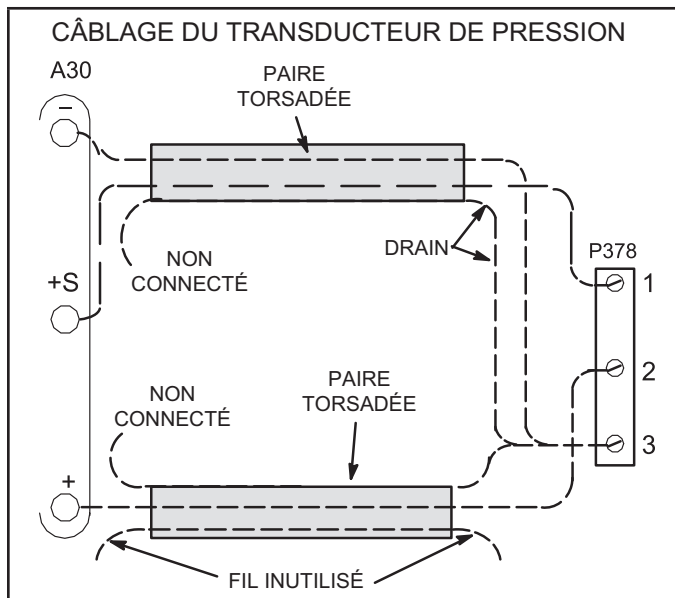

FIGURE 38
- 2 - Deux paires torsadées de câbles blindés doivent être utilisées pour connecter le transducteur de pression. Reportez-vous à la FIGURE 38. Le connecteur J/P378 est accroché dans le boîtier du contrôleur.